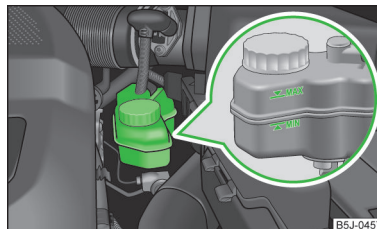

Fig. 138
- Qualora il livello del liquido fosse sceso sotto la tacca MIN, » **fig. 138 a pagina 158** non proseguire la marcia - pericolo d'incidente! Richiedere l'assistenza di un'officina autorizzata.
Il serbatoio a polmone del liquido freni è disposto nel vano motore » **fig. 138**.
- Controllare il livello di liquido freni nel serbatoio » **fig. 138**.